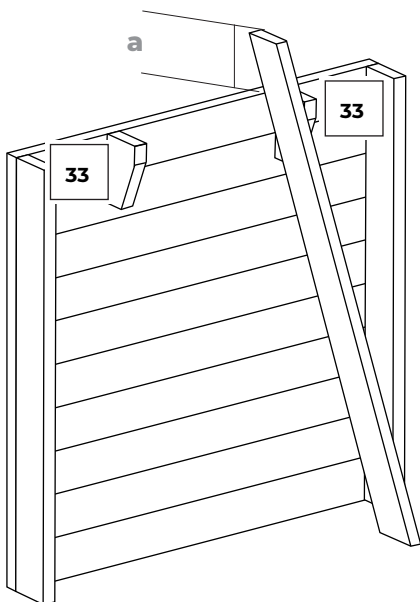

Abb. 24
- Beschneiden Sie die Treppe nwanen unter Beachtung der Maße Abb. 24 im unteren Teil de Treppe nwanen und sägen Sie den Teil, den Sie entfernen möchten, ab.